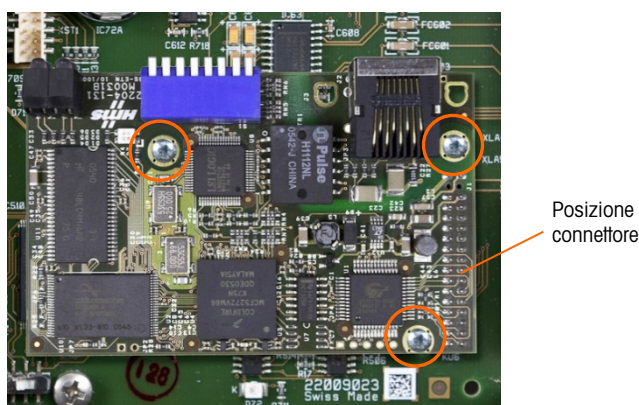

Figura 4-64: Modulo dell'interfaccia PLC installato sulla PCB principale
Per rimuovere un modulo dell'interfaccia PLC dalla PCB principale, svitare e rimuovere le tre viti (indicate nella Figura 4-64) che lo bloccano in posizione e sollevarlo attentamente dal rispettivo connettore.
3. Installare le tre viti indicate nella Figura 4-64.